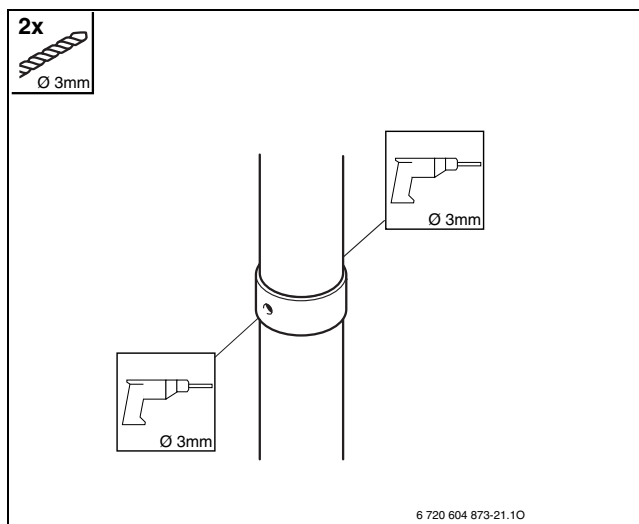

Рис. 3
- ▶ Просверлити два отвори $\text{Ø} 3\text{mm}$ в трубі подачі свіжого повітря для утворення пальної суміші. Максимальна глибина свердлення становить 8 мм! Ні в якому разі не пошкодити газовивідну трубу! (Рис. 3).